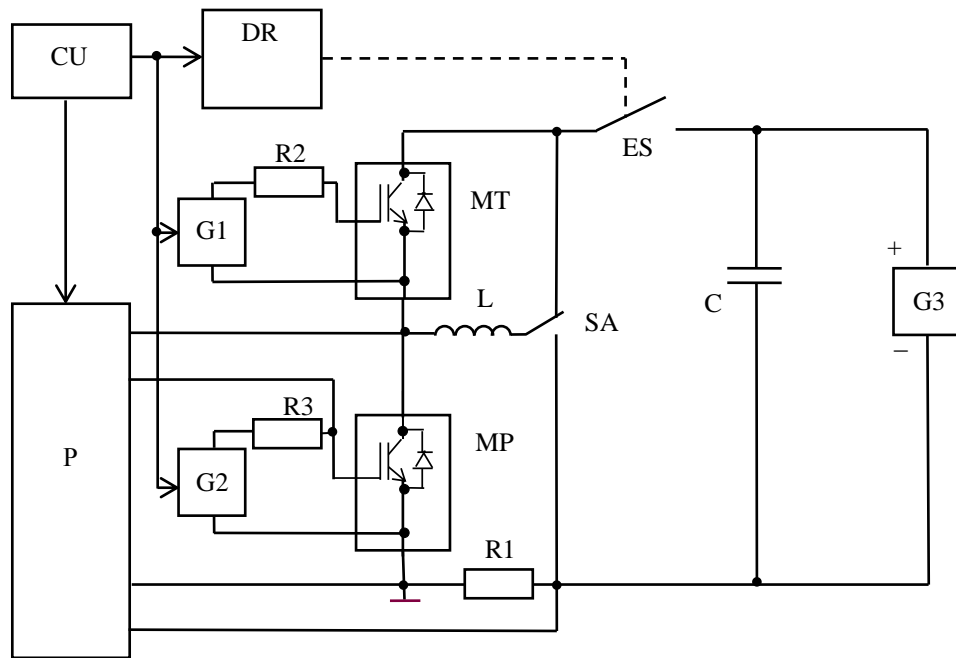

Рис. 2
2.2. Основной блок реализует типовую схему измерения динамических параметров БТИЗ и БВД (рис. 2).
Согласно схемы рис. 2 основной блок тестера включает следующие элементы и функциональные модули:
#GES – вкл./выкл. электронного ключа **V1** с функцией защиты, то есть подключение источника **VS900** к испытательной цепи (рис. 2) и его отключение;
Модуль **Adapter** формирует сигнал внешней для АЦП синхронизации при испытаниях по схеме рис. 2, а также коммутацию измерительных сигналов с резистивных делителей (**R1, R2**) и (**R3...R6**).
- вольтметр **PV1** для визуального контроля за испытательным напряжением (по схеме рис. 2).
На передней панели верхнего субблока расположены разъём интерфейса RS485, коаксиальные разъёмы «CH0», «CH1», «SYNC1» для подключения АЦП при измерении динамических параметров с использованием типовой схемы (рис. 2) и индикатор сетевого электропитания «Power».
3.1. Параметры режима измерения времени обратного восстановления БВД по типовой схеме рис.2:
3.2. Параметры режима измерения динамических параметров БТИЗ по типовой схеме рис.2: